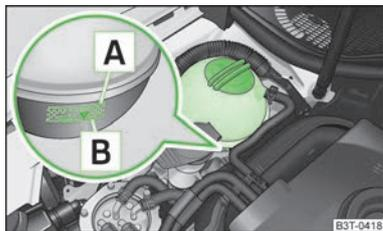

Fig. 117
Para rellenar recomendamos utilizar solamente aquel líquido refrigerante cuya designación se encuentra en el depósito de expansión del refrigerante » fig. 117 de la página 144.
- Comprobar el nivel de líquido refrigerante en el depósito de expansión del mismo » fig. 117. Con el motor frío, el nivel de líquido refrigerante debe encontrarse entre las marcas **B** (mín.) y **A** (máx.). Con el motor caliente, el nivel puede sobrepasar también ligeramente la marca **A** (máx.).
- Colocar un trapo sobre el tapa de cierre del depósito de expansión de líquido refrigerante » fig. 117 de la página 144 y desenroscar el tapón **con cuidado**.
¡No rellenar el depósito de líquido refrigerante por encima de la marca **A** (máx.) » fig. 117 de la página 144! El líquido refrigerante excedente es expulsado del sistema de refrigeración a través de la válvula de sobrepresión situada en el tapón de cierre del depósito de compensación del refrigerante al calentarse.